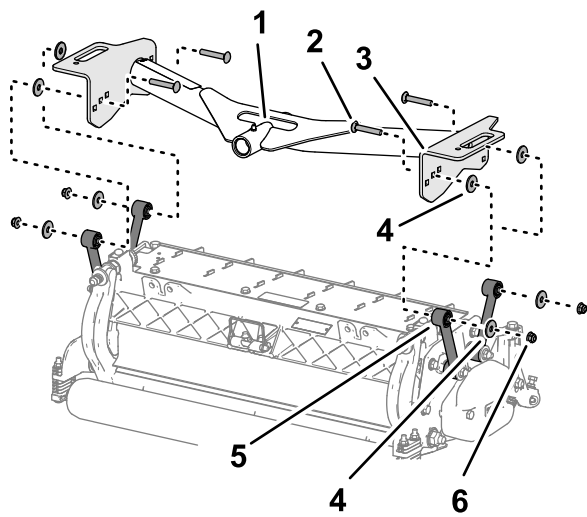

Figura 17
1. Alinai orificiile din plăcile cadrului de susinere faă cu orificiile din plăcile de montare ale unităii de tăiere (Figura 17).
2. Aliniați o aibă între placa de susinere și articulaie (Figura 17) și asamblați lejer plăcile și distanțierul cu un urub de fixare ($\frac{3}{8} \times 2 \frac{1}{4}$ "), aibă și contrapiuliă cu guler ($\frac{3}{8}$ ").